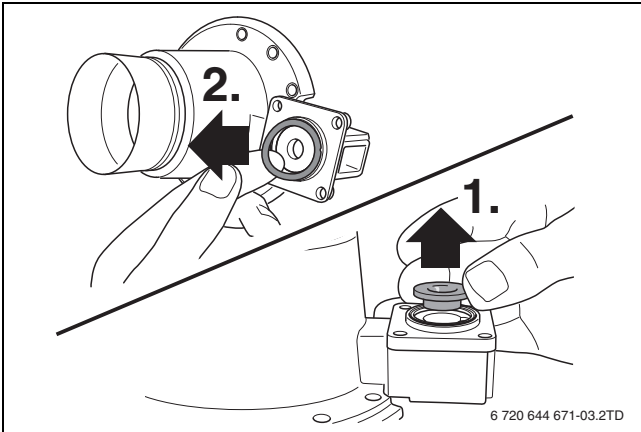

Fig. 15
- ▶ 取出 O 形圈 [1] 以及燃气喷嘴 [2] (→ 图 15, 第 45 页)。